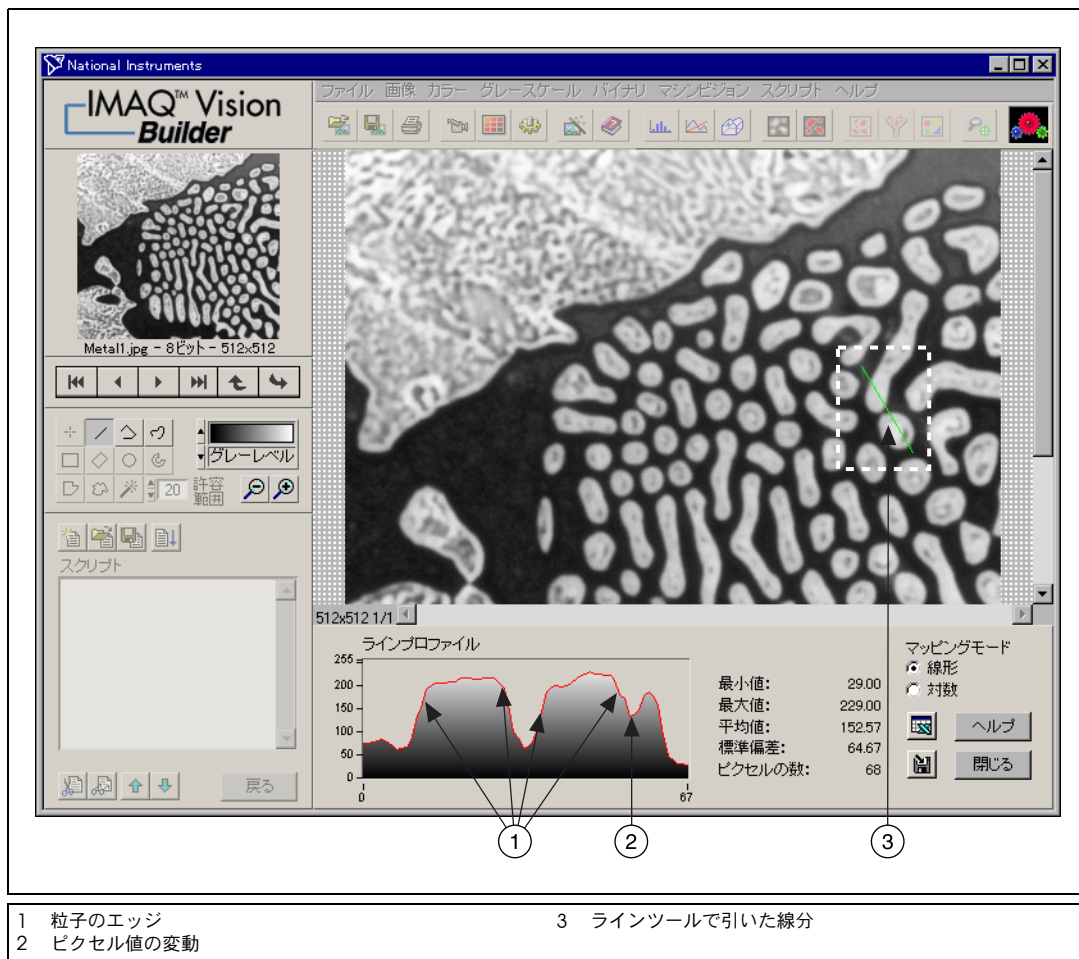

図 3-1 ラインプロファイルを使用してエッジを確認する
2. 図 3-1 のように、粒子の真中を通る短いラインを引きます。
図 3-1 の 1 は、粒子のエッジを表します。両方の粒子のエッジには傾斜があることに注目してください。エッジの正確な場所を検出する際のばらつきは、傾斜が緩やかなほど大きくなります。粒子エッジの傾斜が緩やかな画像のしきい値のレベルを変更する際、粒子の形や大きさを間違えて変えてしまうおそれがあります。「画像をフィルタ処理する」のセクションでは、粒子のエッジを定義し、傾斜をはっきり出すため、グレースケール→フィルタにある**コンボルーション - 詳細のハイライトフィルタ**を使用します。